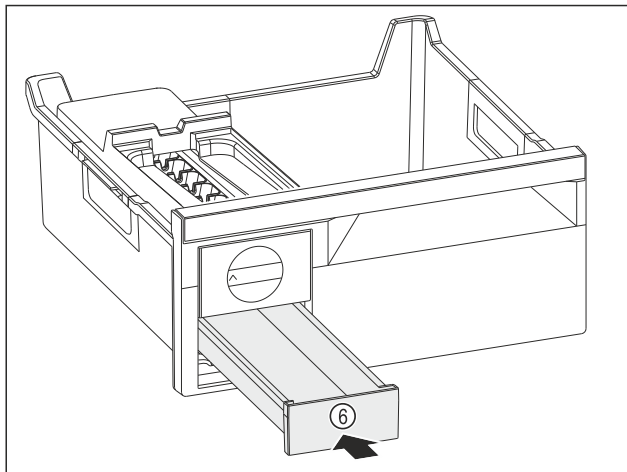

Fig. 47
- Eiskubus-Schubfach Fig. 47 (6) einschieben.